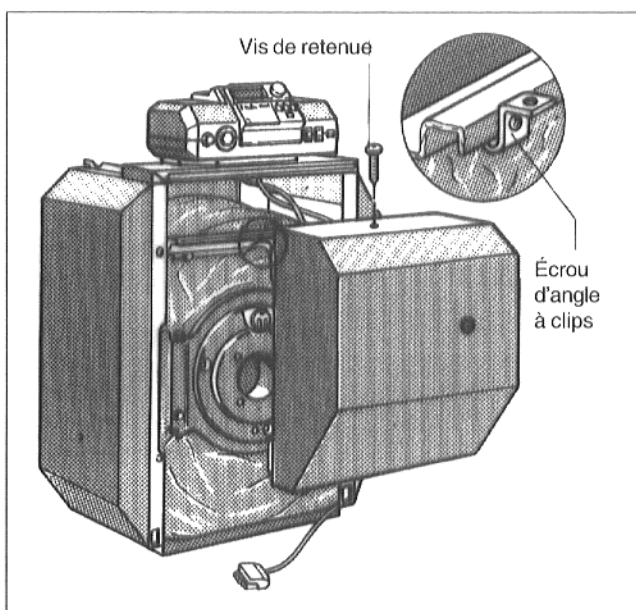

Fig. 26
- Poser l'écrou angulaire à déclic sur le centre de la barre de maintien de la traverse avant (Fig. 26).
- Accrocher la jaquette du brûleur dans la barre de maintien de la travers (figure 26).
- Brosser horizontalement les surfaces de chauffe avec vigueur à l'aide de la brosse de nettoyage, évacuer les résidus de combustion (Fig. 26).